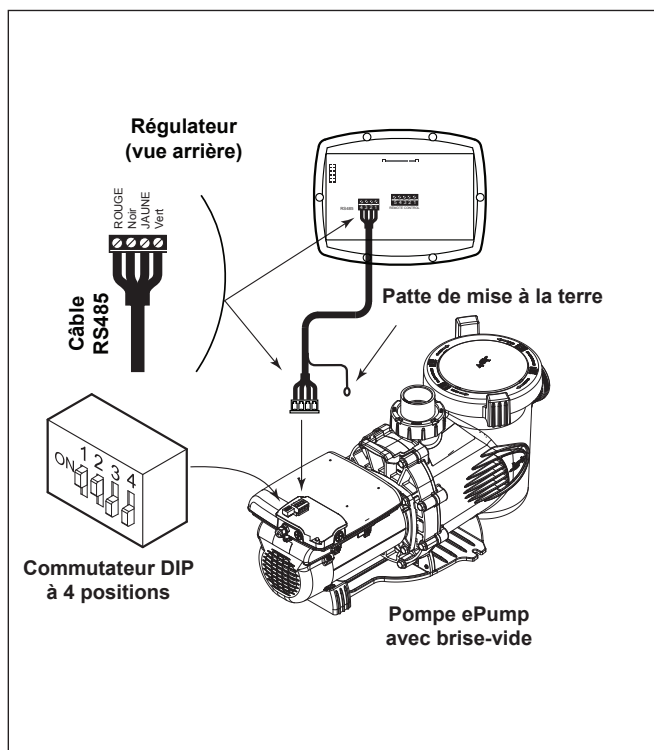

Figure 4. Brancher le régulateur pour pompe ePump avec brise-vide (JEP-R) à la pompe ePump
- Attacher les quatre (4) fils dans le câble RS-485 au connecteur RS-485. Faire correspondre les couleurs de fil avec les positions sur le connecteur : 1 - rouge, 2 - noir, 3 - jaune et 4 - vert. Voir la Figure 4.
- Faire glisser les commutateurs DIP 1 et 2 vers le haut, de manière à ce qu'ils soient à la position ON, et les commutateurs DIP 3 et 4 vers le bas, de manière à ce qu'ils soient à la position OFF. Voir Figures 4.
Suivant les indications des figures 4 et 5, le commutateur DIP à 4 positions est situé à l'arrière de la pompe ePump avec brise-vide. Ce commutateur DIP remplit deux (2) fonctions : il choisit l'adresse de la pompe et détermine quel type de régulateur sera employé avec la pompe. Les tableaux ci-dessous montrent les configurations des commutateurs DIP.